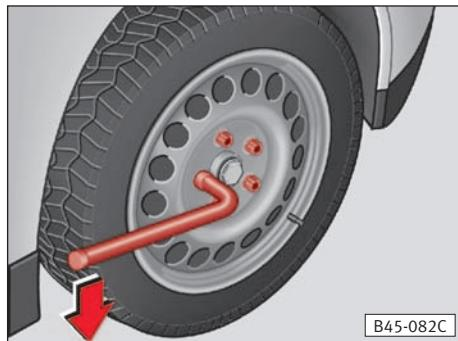

Fig. 137
- Meter la llave hasta el tope sobre el tornillo de rueda ⇒ **fig. 137** y girarla a la izquierda, cogiéndola lo más cerca posible de su extremo.